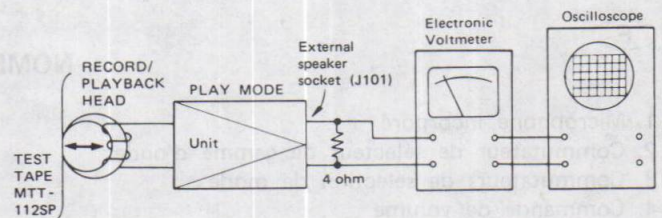

Figure 4-4
1. Make connection of instruments as shown in Figure 4-4.
1. Die Instrumente gemäß Abbildung 4-4 anschließen.
1. Etablir entre les instruments les connexions indiquées dans la Figure 4-4.